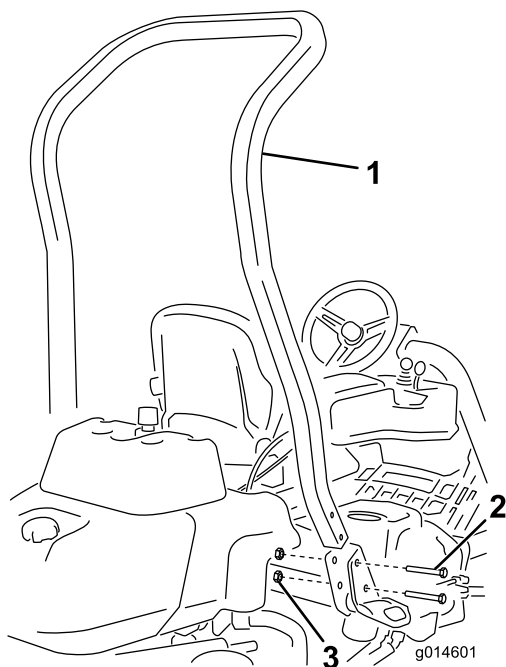

図 3
3. 機体の左右にあるポケットにROPSを差し込み、ボルト $\frac{1}{2}$ " x $3\frac{3}{4}$ "4本とフランジナット4本 $\frac{1}{2}$ "で **図 3** のように固定する。